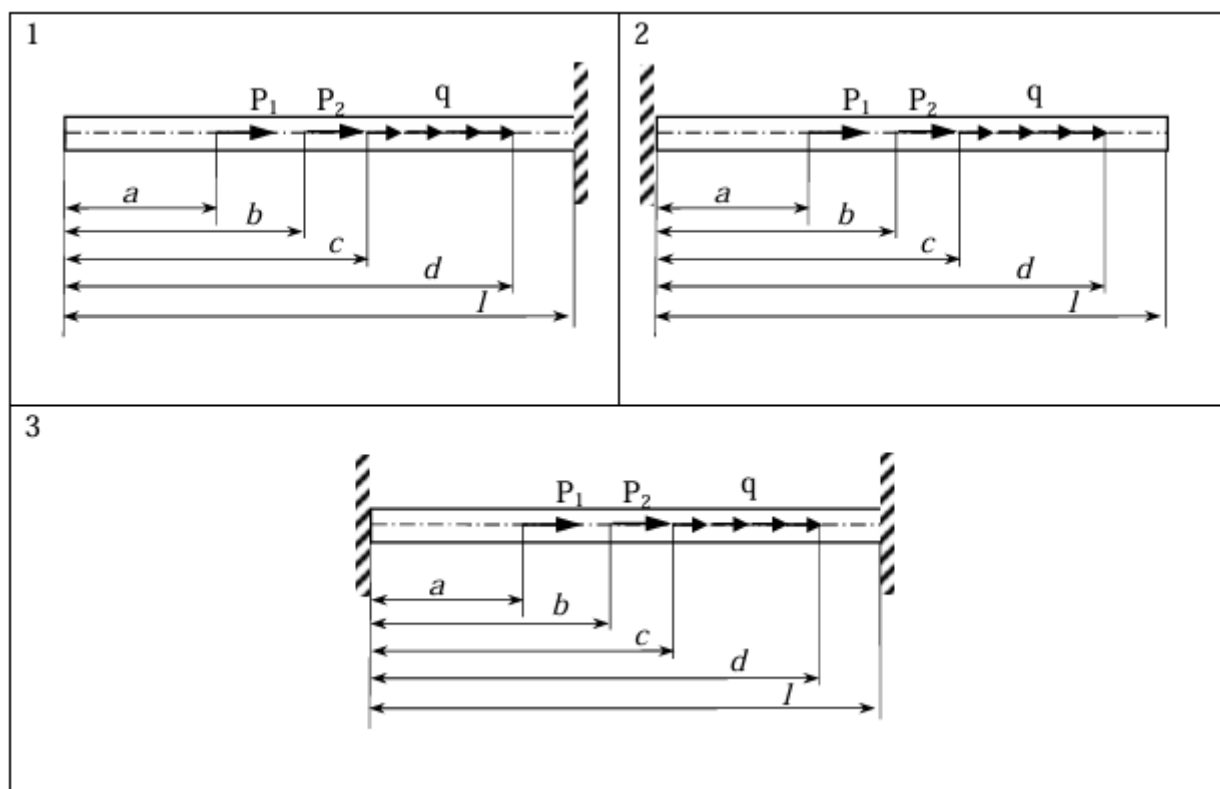

Рисунок 1 – Растяжение-сжатие
– в задаче на растяжение-сжатие (рис. 1) подобрать размер квадратного поперечного сечения;
13. Сумма работ внешних сил механической системы (рис. 1) на перемещении S_1 равна:	а) $\sum A_k^e = P_1 S_1 + P_2 \cdot S_1$; б) $\sum A_k^e = m_1 g S_1$; в) $\sum A_k^e = m_1 g S_1 + m_2 g S - N_2 \cdot S_1$.